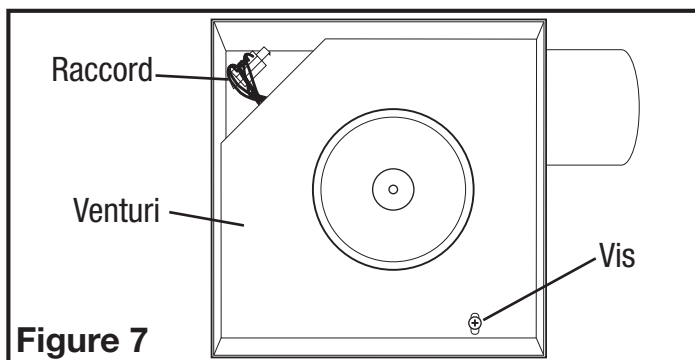
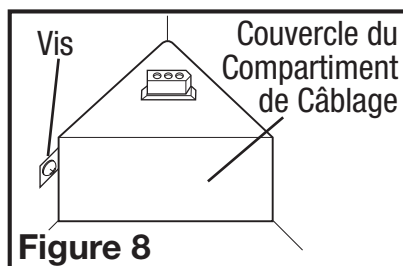

Figure 7
Figure 8
- 1b. Compartiment de Câblage Intérieur: Enlever le vis retenant en place l'ensemble venturi du ventilateur et soulever pour sortir l'assemblage hors du châssis (**Figure 7**). Enlever la vis du couvercle du compartiment à câblage et mettre ce couvercle dans un endroit fiable (**Figure 8**).